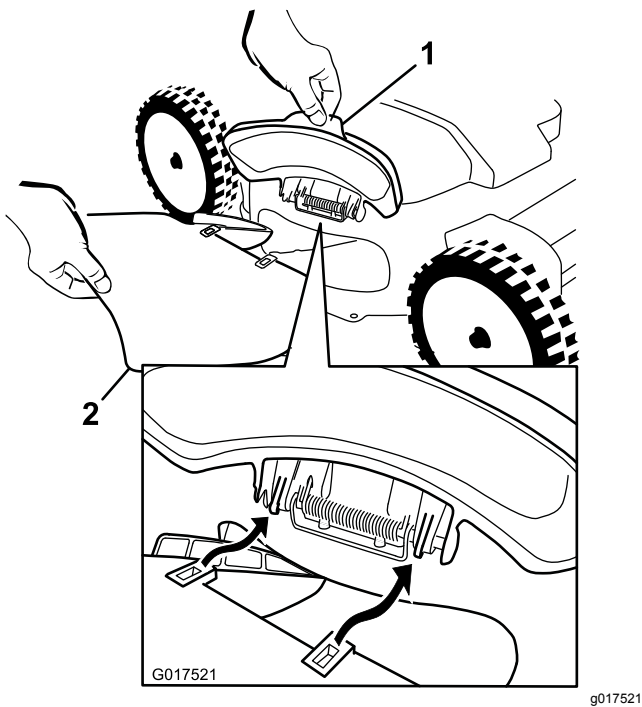
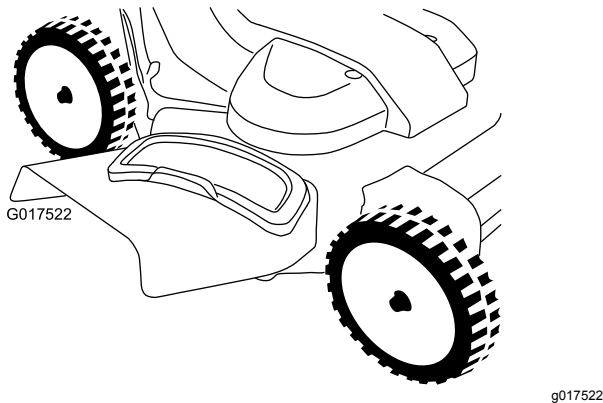

Bild 28
Bild 29
1. Öffnen Sie die Seitenauswurfklappe (Bild 28).
2. Befestigen Sie den Seitenauswurfkanal, wie in Bild 28 und Bild 29 abgebildet, und schließen Sie die Klappe am Auswurfkanal.